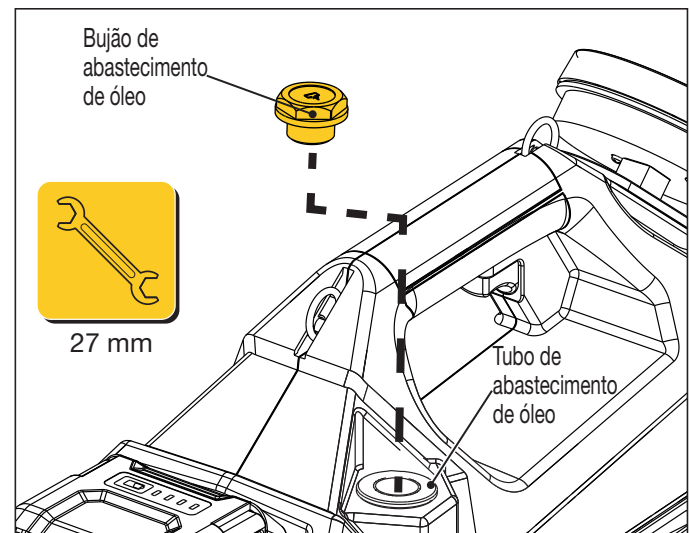

Figura 12: Localização de Abastecimento de Óleo
1. Com o interruptor de alimentação na posição ON (I), pressione o botão MOTOR DESLIGADO  ou  da botoeira para aliviar qualquer pressão hidráulica residual no sistema.
2. Desligue o interruptor de alimentação da bomba (O).
4. Remova o bujão de abastecimento de óleo da abertura de abastecimento. Use uma chave de 27 mm. Veja Figura 12.
1. Com o interruptor de alimentação ligado (I), pressione o botão MOTOR DESLIGADO  ou  para aliviar qualquer pressão hidráulica residual.
3. Remova o bujão de abastecimento de óleo da abertura de abastecimento. Use uma chave de 27 mm. Veja Figura 12.